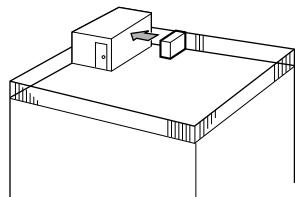

Fig. 2-3
- (1) Rikta luftutbläset mot närmaste vägg, cirka 50 cm från väggen. (Fig. 2-3)